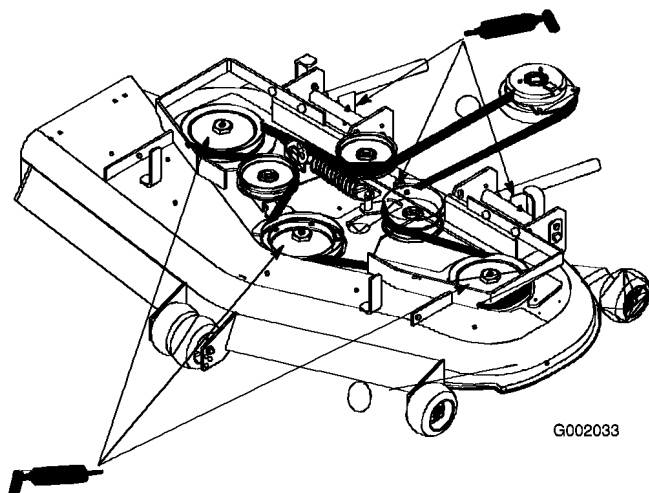

Figure 27
3. Lubrifiez les graisseurs des roulements des trois axes (Figure 27).
4. Graissez le pivot de la poulie de tension (Figure 27).
5. Lubrifiez les graisseurs des bras de poussée (Figure 27).